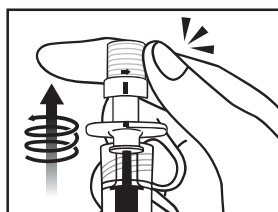

図2
5. 針を抜去後、アジャスタを回転方向(矢印方向)へ止まるまで回して針管を格納する(図2参照)。